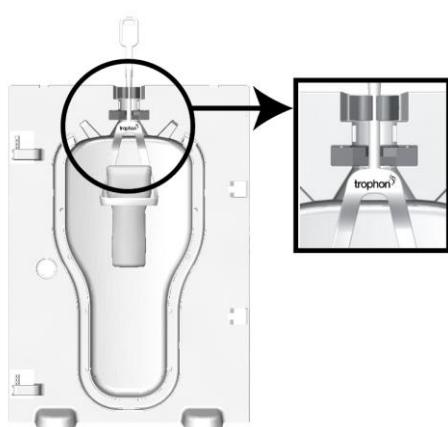
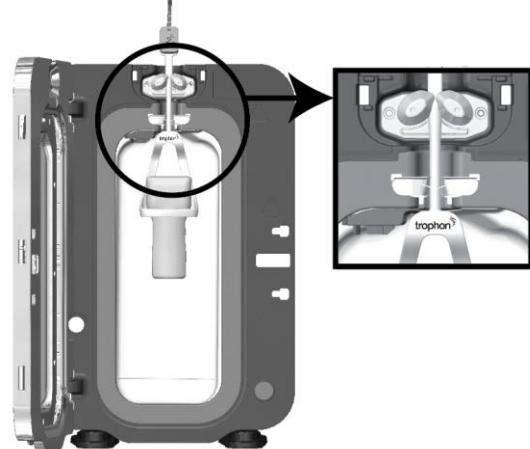

Figura 4
Figura 5
- **WUPH-A** Il trophon Wireless Ultrasound Probe Holder-A (WUPH-A) contiene una sonda a ultrasuoni wireless compatibile nella camera trophon. È idoneo all'uso con i dispositivi trophon EPR e trophon2 (vedere rispettivamente Figura 4 e Figura 5).